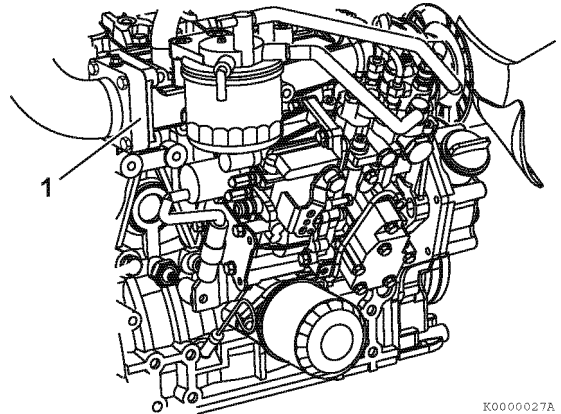

Рисунок 14
Подогреватель поступающего воздуха (**Рисунок 14, (1)**) расположен на впускном коллекторе. Подогрев поступающего воздуха облегчает запуск двигателя в холодную погоду. Подогреватель поступающего воздуха активируется приблизительно на 15 с в процессе пуска двигателя. Когда индикатор предварительного нагрева погаснет, двигатель можно запускать.